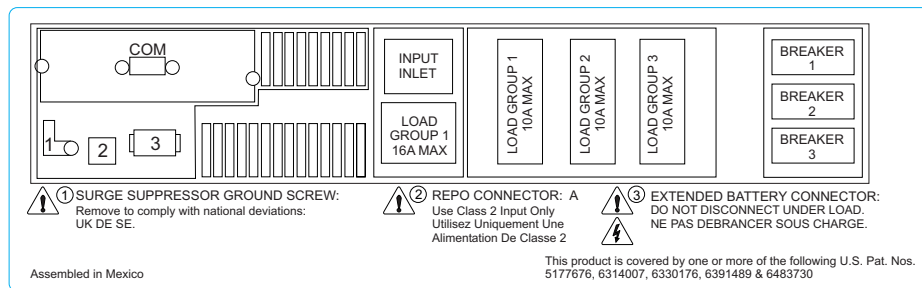

図 7. 背面パネル構成ラベル
2. 背面パネル構成。図 7 を参照してください。これは、SAN ボリューム・コントローラーの電源装置のカバーに貼ってあります。